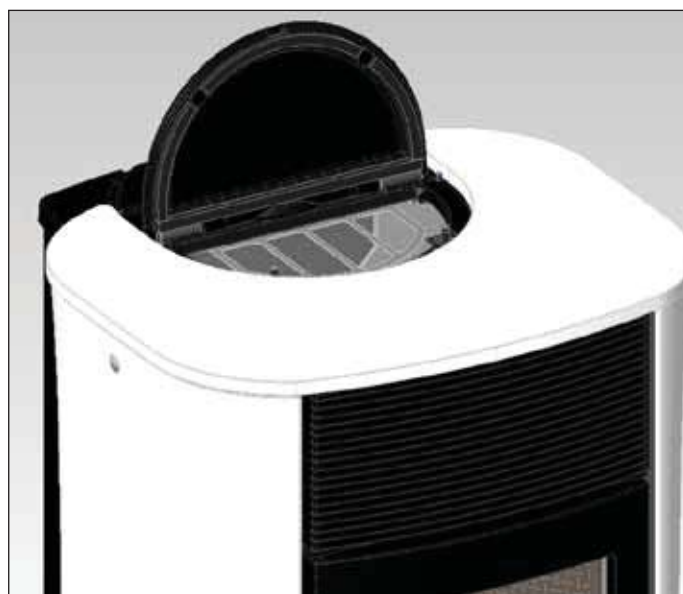

Abb. 2
- Ein kurzes Element vorne aufsetzen (B - Abb.2) und ein langes Element hinten (C - Abb. 2).